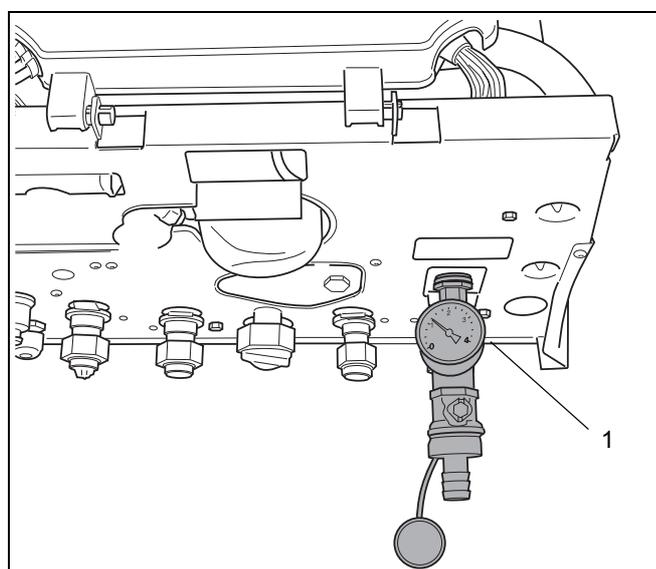

Fig. 10 Montaggio del rubinetto di carico sul lato inferiore destro
- Montare il manometro con rubinetto di carico e scarico (fig. 10, pos. 1).